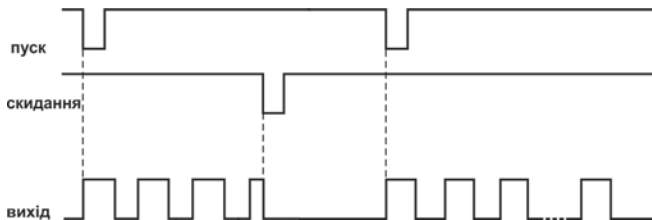

Рисунок 3.9
3.1.2.5 Сигнал **«Скидання»** припиняє виконання програми та повертає таймер у початковий стан. Час затримки реакції пристрою на сигнал «Скидання» складає не більше 0,1 мс (рисунок 3.9).